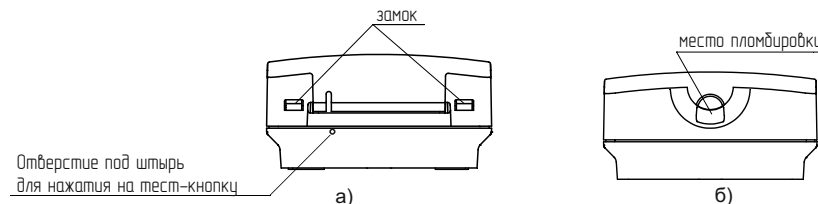

Рисунок 4
6.8 Для установки извещателя необходимо отсоединить корпус от основания, нажав отверткой на замки внизу корпуса (Рисунок 4 а). Кнопка извещателя при этом должна быть в ненажатом положении.